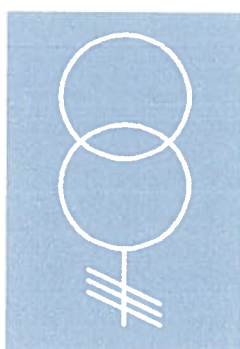

Fig. 7.109
2. Transformatorul de tensiune este „**deconectat**” și nu este prezentă starea de „**legat la pământ**”. În această situație, transformatorul de tensiune va fi reprezentat cu alb indiferent de nivelul de tensiune, Fig. 7.109